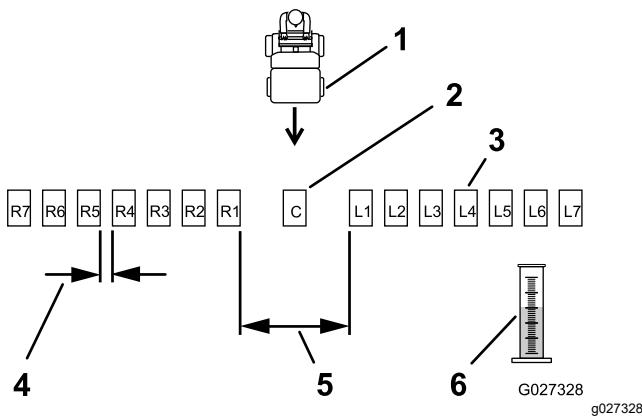
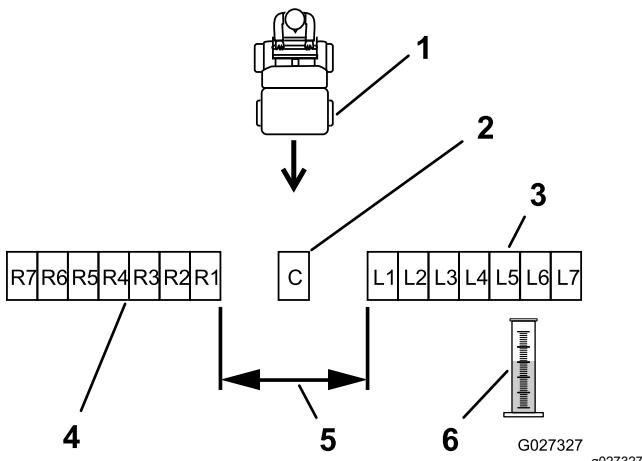

Figura 23
Figura 24
2. Coloque las bandejas restantes en línea recta, según se muestra en Figura 23 o Figura 24.
- Materiales de gránulos grandes: Coloque 6 bandejas más en cada lado, con 30 cm (12") entre ellas (Figura 23).
Coloque 6 bandejas adicionales en cada lado, sin espacio entre las bandejas (Figura 24).
6. Etiquete cada cilindro graduado según la bandeja de recogida correspondiente (por ejemplo, L2, L1, Centro, R1, R2...); consulte Figura 23 y Figura 24.